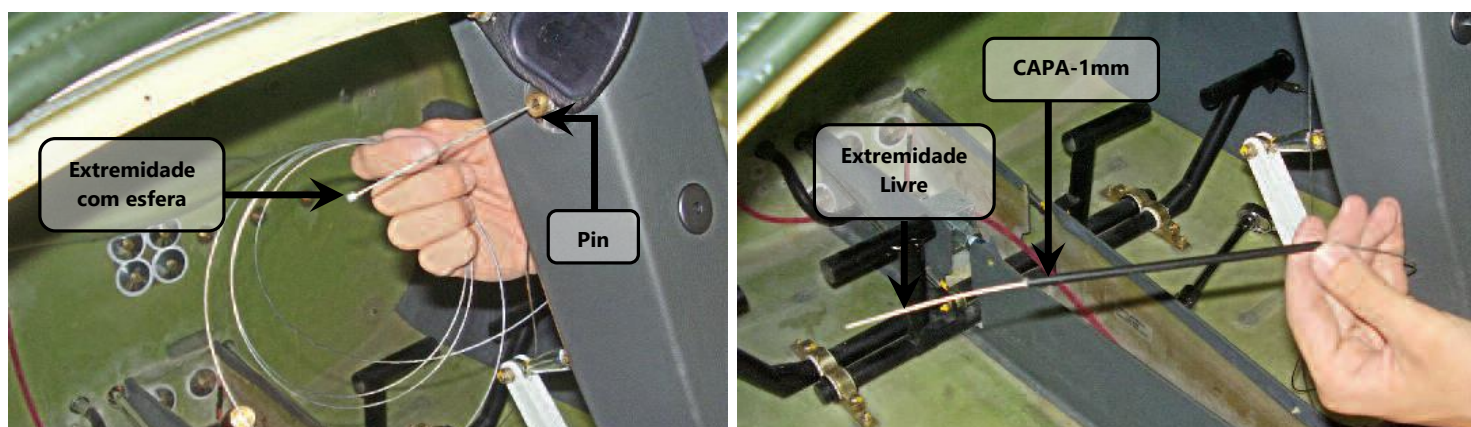

Figura 52.10.9 – Passagem dos cabos de comando da trava do canopy aberto.
9. Passar os cabos CAB-1mm através dos pinos, um em cada, segundo a figura 52.10.9.
10. Passar as capas dos cabos CAPA-1mm nos cabos, uma em cada cabo, segundo a figura 52.10.9